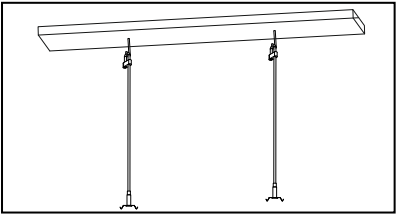

Рис. 1
- 5.10 Закрепите стальные тросы на поверхности потолка на месту установки осветительного прибора (рис. 1).